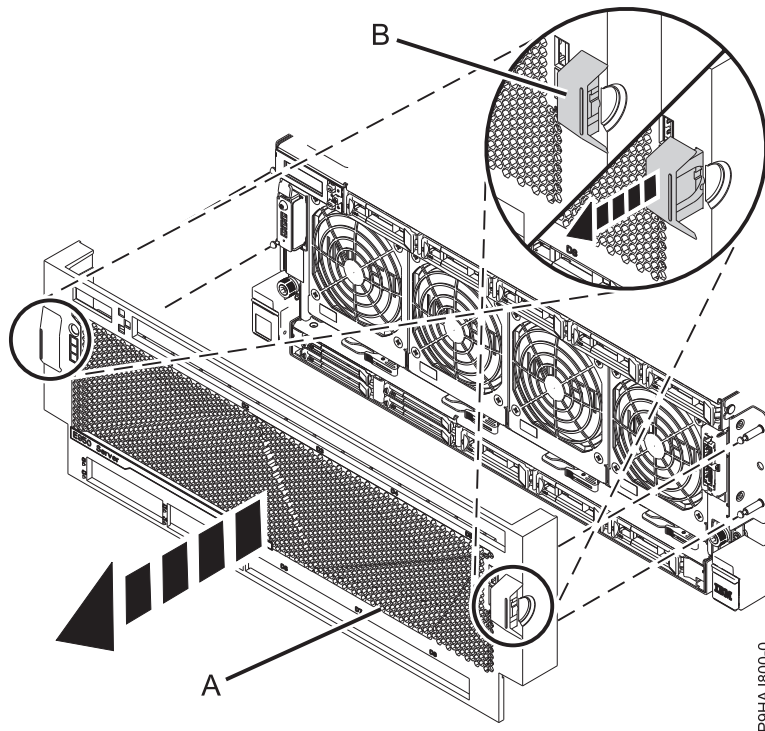

Figura 7. Removendo a Tampa Frontal
2. Coloque seus dedos nas indentações **(B)** localizadas em ambos os lados da tampa, como mostrado na Figura 7 na página 10.
3. Puxe a tampa (A) para fora do sistema, como mostrado na Figura 7.